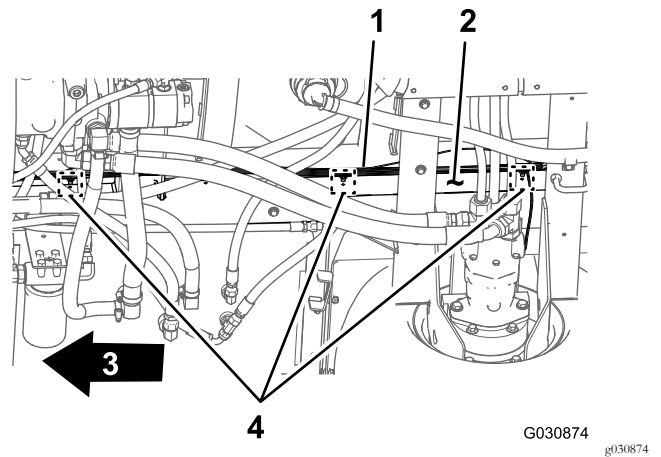

Bild 103
3. Verlegen Sie den 168-cm-Zweig des elektrischen Kabelbaums nach vorne entlang des rechten Rahmenrohrs (Bild 103).
4. Stecken Sie die drei Eindrückbefestigungen des 168-cm-Zweiges des hinteren Kabelbaums in die Löcher im rechten Rahmenrohr (Bild 103), aus denen Sie die Eindrückbefestigungen des alten Kabelbaums entfernt haben, siehe Schritt 3 in Abtrennen des vorderen und hinteren Kabelbaums (Seite 11).